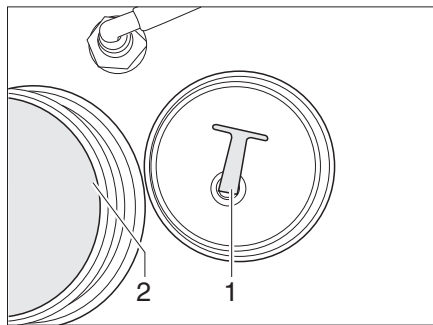

Bild 287 Verschluss-Stopfen
- Den Verschluss-Stopfen (Bild 287,1) aus der Ablassöffnung (Bild 287,2) heraus-schrauben.